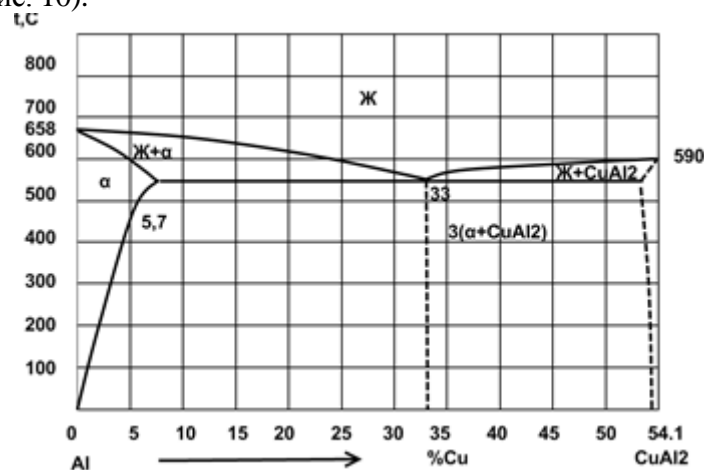

Рис. 10. Диаграмма состояния алюминий — медь (Al — Cu)
2. Вычертите диаграмму состояния системы алюминий — медь (Al — Cu). Опишите взаимодействие компонентов в жидком и твердом состояниях, укажите структурные составляющие во всех областях диаграммы состояния и объясните характер изменения свойств сплавов в данной системе с помощью правил Курнакова (рис. 10).